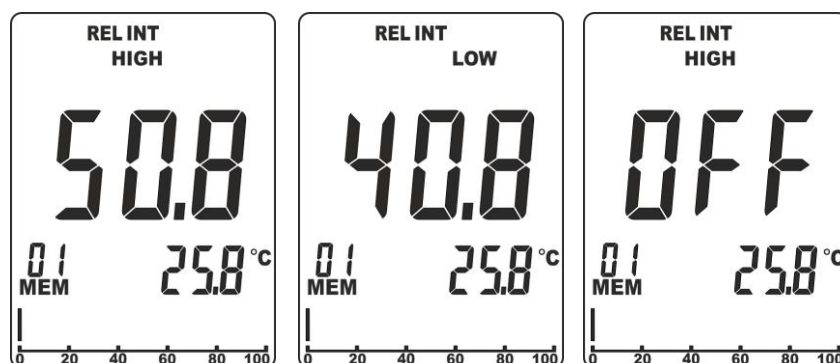

Fig. 6: Configuração do patamar de alarme na medição MOI INT e MOI EXT
1. Premir simultaneamente durante alguns segundos os botões **MOI** e **MODE/ZERO**. O símbolo **"HIGH"** aparece na parte superior do display (ver Fig. 6 – parte esquerda)
2. Usar os botões seta ◀ ou ▶ para configurar o valor do patamar Máximo no intervalo: **0.1% ÷ 99.9%**. Nestas condições, o instrumento emitirá um som **contínuo** por valor medido da humidade superior ao patamar configurado. Selecionar a opção **"OFF"** para desativar o alarme (ver Fig. 6 – parte direita)
3. Premir o botão **MEM/ALM** para confirmar e passar para a configuração do patamar Mínimo. O símbolo **"LOW"** aparece na parte superior do display (ver Fig. 6 – parte central)